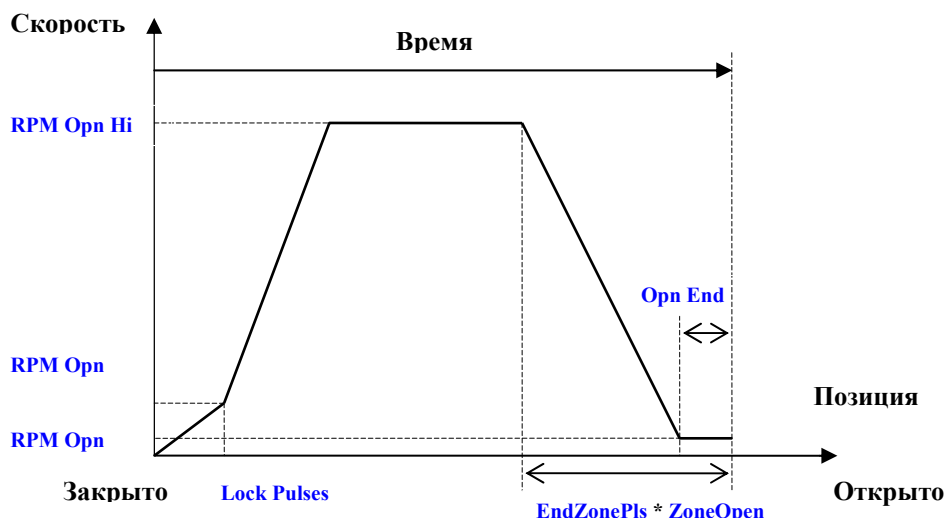
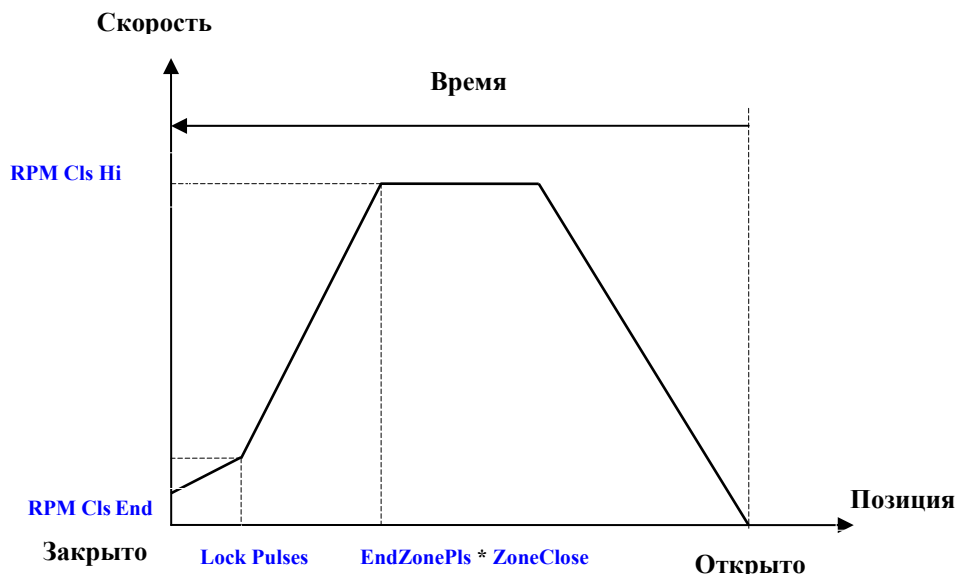

Рис. 5 - Открывание
Рис. 6 - Закрывание
****Ширина зоны, в которой дверь должна перейти от движения с максимальной скоростью в неподвижное состояние в конце каждого открывания, задается произведением "Zone Close" x "EndZone Pls". При закрывании ширина зоны задается произведением "EndZone Pls"x"Zone Open", как это показано на рис. 5 и рис. 6.**